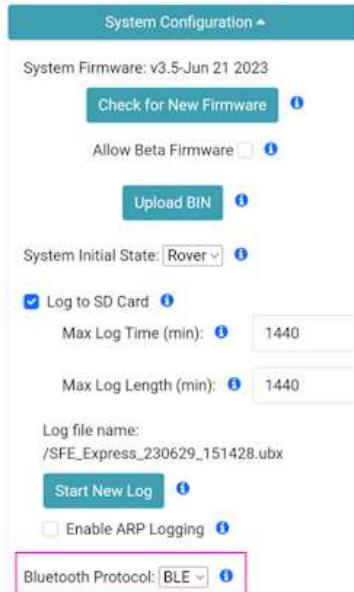

Figure 32: Changement du mode bluetooth (*source : Documentation Sparkfun*)
7. Dans le menu "**System Configuration**", changer le protocole Bluetooth en **BLE** (Figure 32). Cliquer ensuite sur "**Save Configuration**", puis sur "**Exit and Reset**". L'appareil redémarre une fois fait.